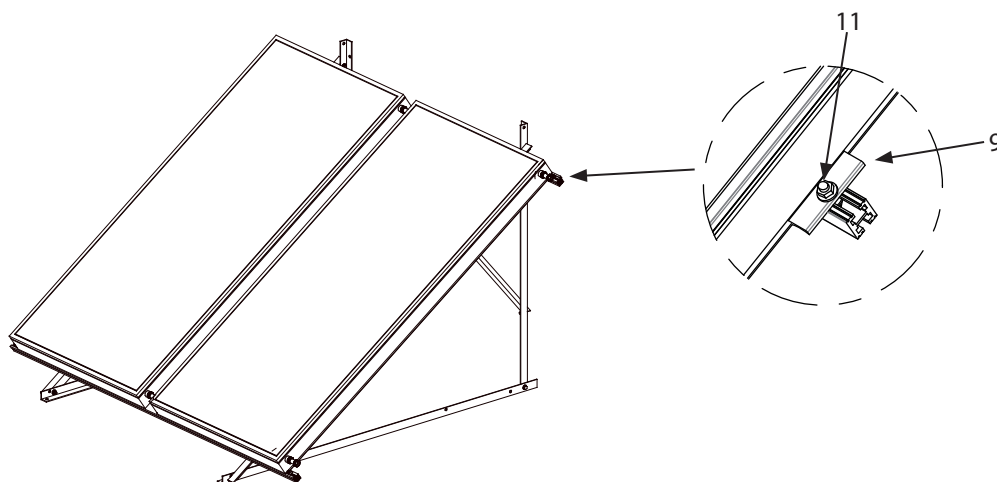

figura 6.15
5. Fissare il pannello attraverso le 2 clips (9) e relative viti (10) e dadi flangiati (11) sia anteriormente che posteriormente (figura sotto). Nel kit 2 pannelli sono presenti 4 clips (9) con le relative viti (10) e dadi flangiati (11) come indicato in figura 6.15. In questo ultimo caso risulta conveniente realizzare i raccordi idraulici tra i due pannelli attraverso i giunti compensatori prima di fissare le clips (9).